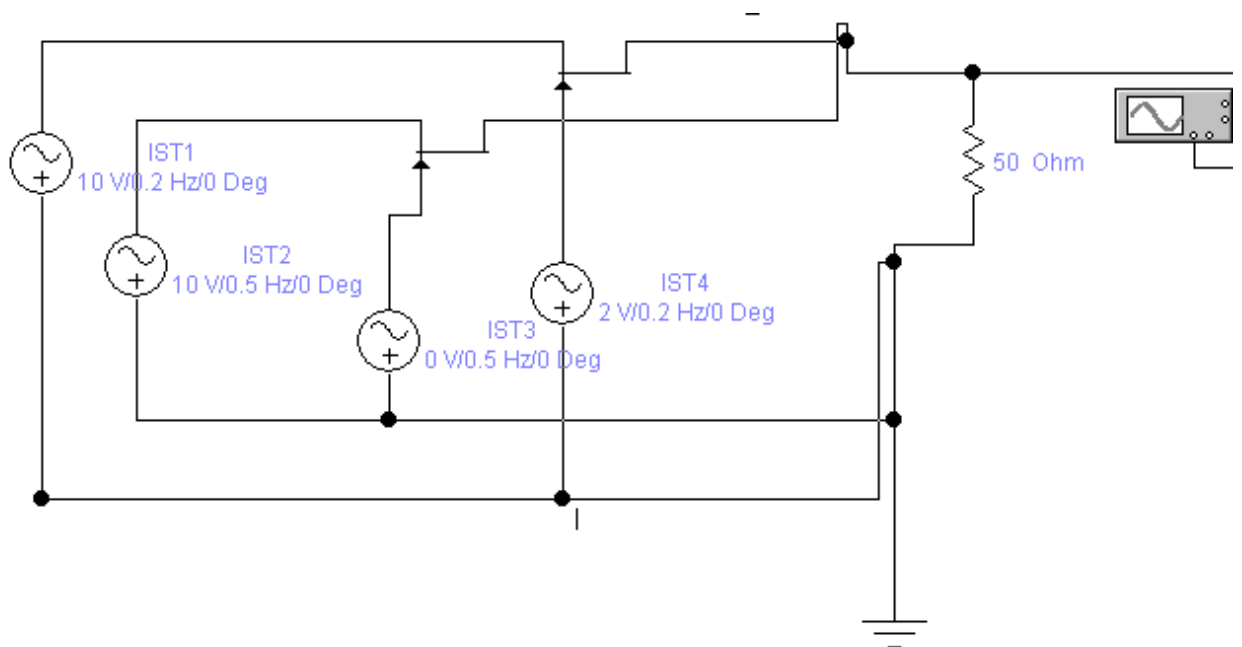

Рис.1. Схема аналогового коммутатора на базе полевого транзистора.
- 4.2. Выставьте значения источников питания IST1-IST4 также, как и на рис.1.